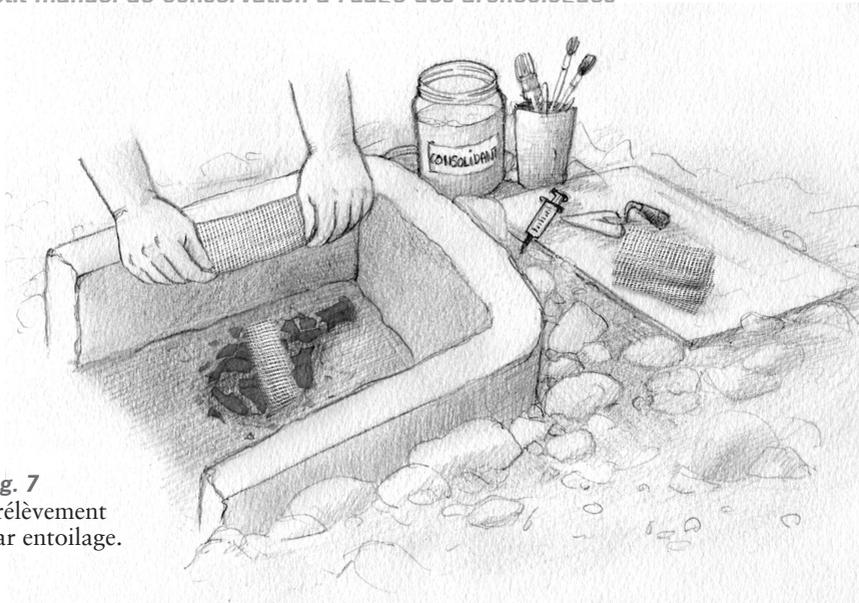

Fig. 7
- > Découpez et déposez des petites bandes entrecroisées de gaze de coton (fig. 7), de papier Japon (8 - 9g/m²) ou de fibre de verre (25g/m²) sur les fragments en débordant de quelques cm sur les côtés (cf. chapitre Consolidation).